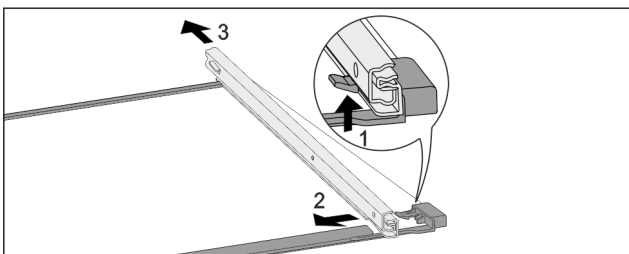

Fig. 175 Glasplatte mit Schienen
- ▶ Vorderen Rasthaken nach oben drücken. Fig. 175 (1)
- ▶ Auszugsschiene zur Seite Fig. 175 (2) und nach hinten Fig. 175 (3) wegschieben.